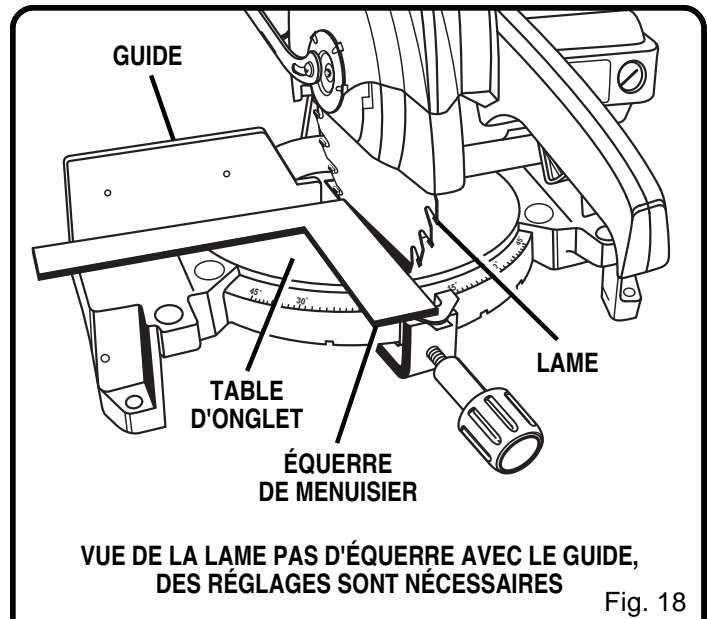

Fig. 18
- Si le bord avant ou arrière de la lame de la scie forme un angle avec l'équerre comme l'illustrent les figures 18 et 19, des réglages sont nécessaires.